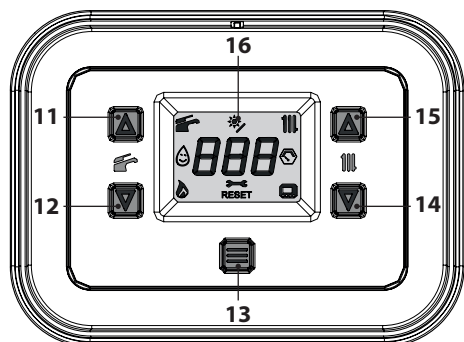
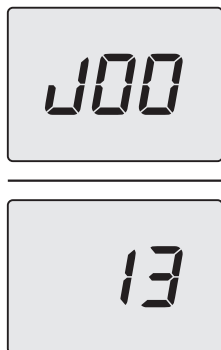

Figura 3.9
Figura 3.10
Per accedere alla modalità INFO tenere premuti contemporaneamente i tasti 14 e 15 (Figura 3.9) fino a far apparire sul display l'indice "**J00**" che si alterna al valore del parametro (Figura 3.10).
- tenere premuti contemporaneamente i tasti 12 e 14 per 5 sec. (Figura 3.9) (salita di un livello).
Per il ripristino del normale funzionamento della caldaia, basta premere il tasto 13 (Figura 3.9).